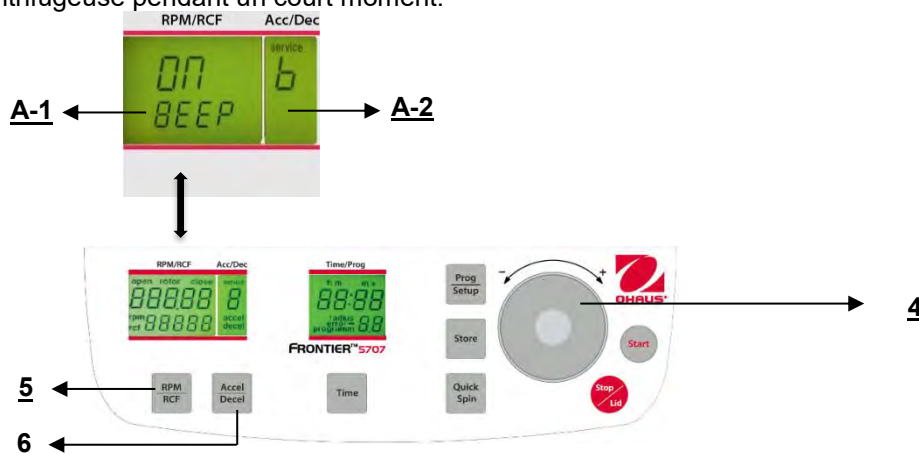

Figure. 32
Poursuivre conformément à la description du paragraphe 4.1.2 pour entrer dans ce mode de programme et appuyer ensuite sur la touche **"Accel/Decel"** (6). Sur l'affichage **"Acc/Dec"** (A-2), le mot **"Service"** clignote. Sélectionner maintenant la lettre **"B"** avec le cadran de réglage (4). Ceci entraîne l'apparition des mots **"ON/BEEP"** sur l'affichage **"RPM/RCF"** (A-1). Après avoir appuyé sur la touche **"RPM/RCF"** (5), l'utilisateur peut mettre le son du clavier sur Marche ou sur Arrêt avec le cadran de réglage (4). (voir la figure 32). Après avoir mémorisé les réglages (voir 4.1), vous pouvez revenir au mode de programmation normale en mettant hors tension la centrifugeuse pendant un court moment.